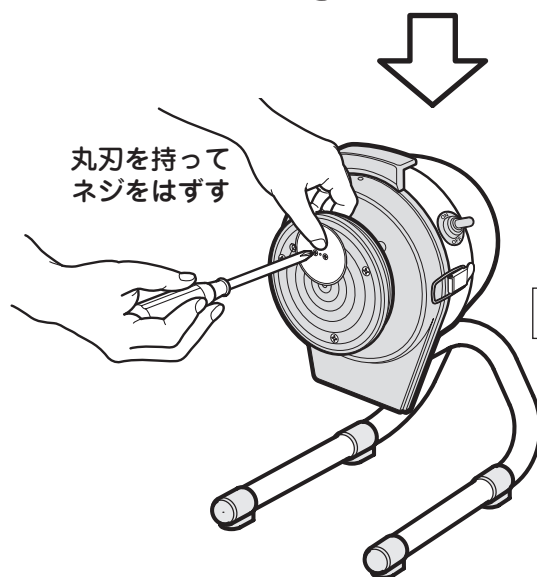

図2
- ④ 丸刃を指先でつまんで支え、丸刃のネジ2本を取り外してください。（図2）